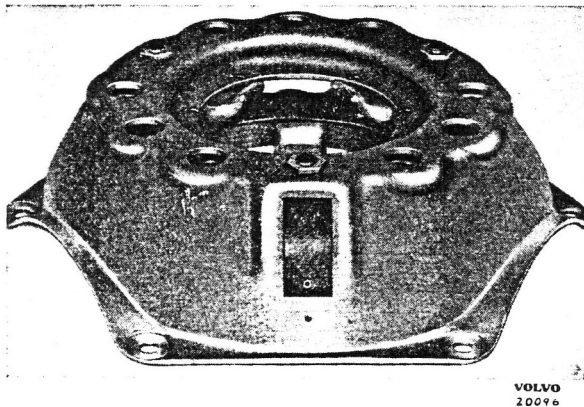

Bild 2-9. Markieren des Kupplungsgehäuses und der Druckplatte mit Körner
5. Darauf achten, dass die drei Federn (1, Bild 2-13) für die Kupplungshebel in ihrer richtigen Stellung liegen, dann Kupplungsgehäuse in der vorher markierten Lage über die Feder legen, Bild 2-9.